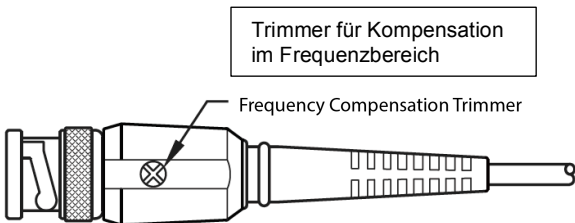

Abbildung 1: Trimmer an BNC
- Den Trimmer (Abbildung 1) drehen, um die Kompensation an der Sonde einzustellen und einen sogenannten Flat-top-Pulse /Flachimpuls zu erstellen.